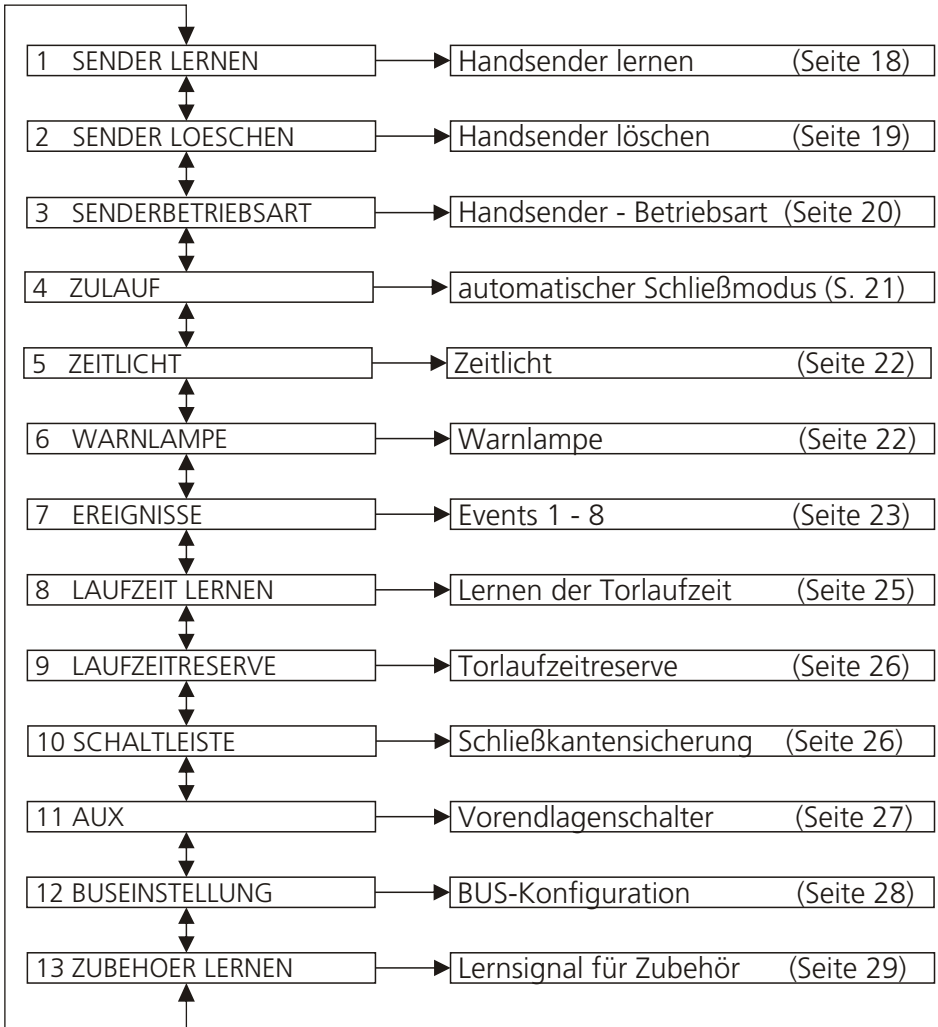

Abb. 6-2, Menüstruktur
**Das Menü wird durch gleichzeitiges Berühren der Tasten "OK" und "ESC" für mindestens 3 Sekunden aktiviert.** Danach können die in Abb. 6-2 aufgelisteten Punkte mit den Tasten "AUF" beziehungsweise "AB" selektiert werden. Der aktuelle Menüpunkt wird invertiert dargestellt und ist mit der Taste "OK" zu bestätigen. Folgt 3 Minuten lang keine Bearbeitung im Menü, wird dieses abgeschaltet.